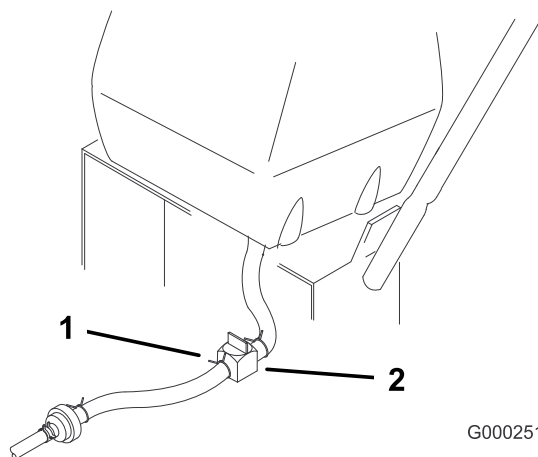

Рисунок 31
3. Закройте клапан отключения подачи топлива на топливном баке (Рисунок 31).
4. Сожмите концы хомута шланга вместе и сдвиньте хомут вверх от топливного фильтра вдоль топливного трубопровода (Рисунок 31).
5. Отсоедините топливный трубопровод от топливного фильтра (Рисунок 31).
3. Закройте клапан отключения подачи топлива, расположенный на топливном баке (Рисунок 31).
7. Откройте клапан отключения подачи топлива, расположенный на топливном баке (Рисунок 31).